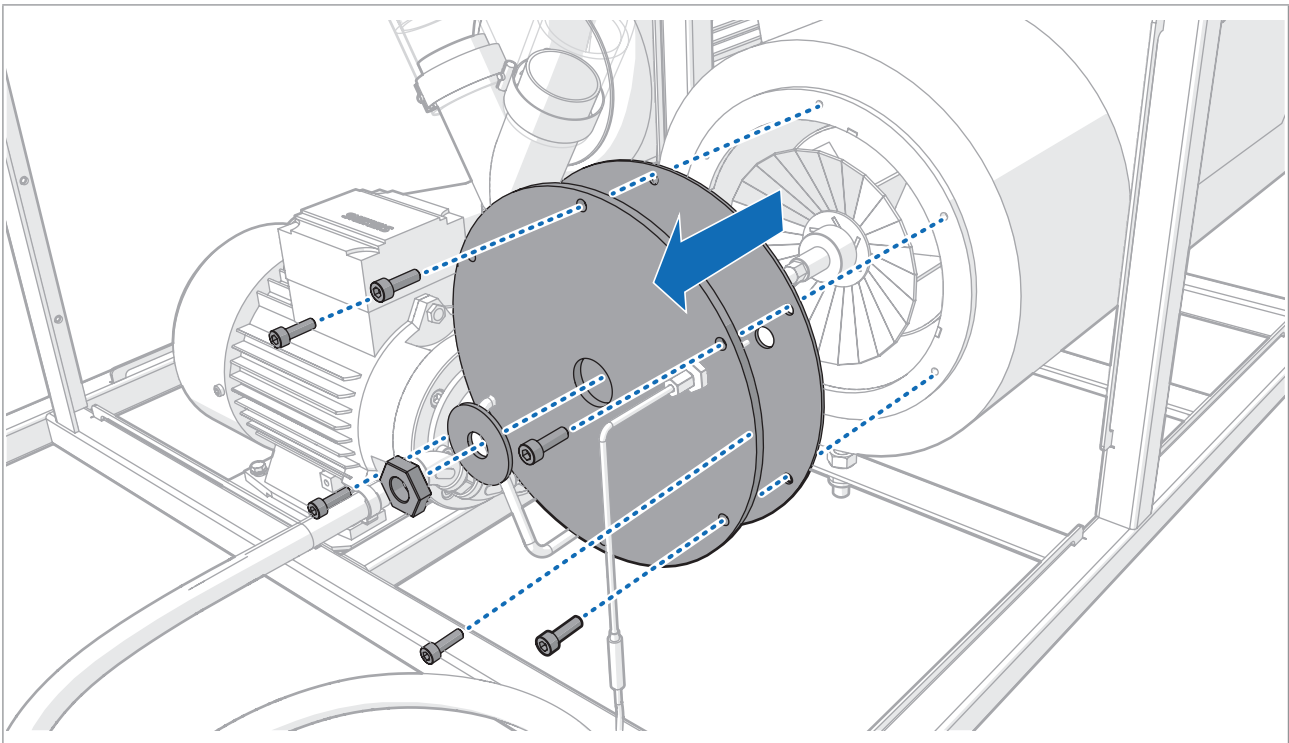

Abbildung 6 Rückwand mit Wärmedichtung entfernen
2. Bauen Sie die rückwärtige Platte mit hitzebeständiger Dichtung von der Maschine ab (siehe Abbildung 6).